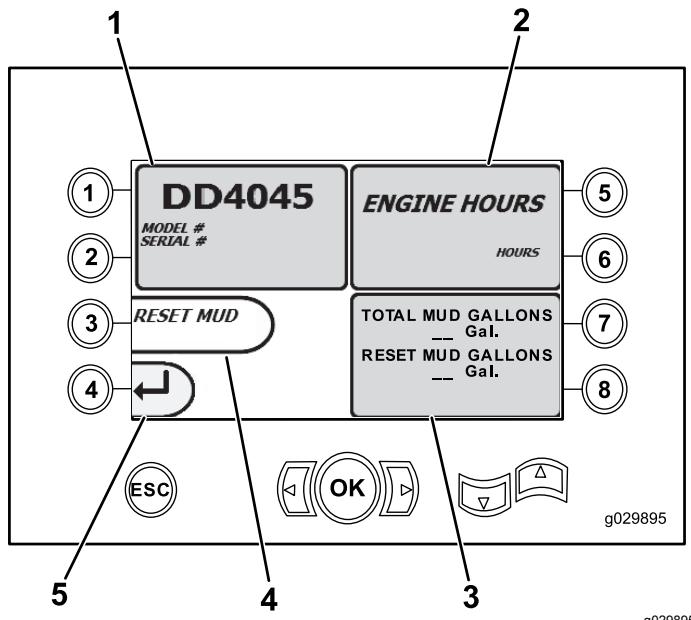

**Bild 9**
- Modus I: Die Bohrfunktionen liegen auf dem rechten Joystick und der linke Joystick aktiviert die Funktionen des Rohrladers und der Schlüssel (**Bild 9**). Drücken Sie Taste 4, um diesen Modus auszuwählen (**Bild 9**).
- Modus II: Die Funktionen zum Bohren, der Schlüssel und des Rohrladers werden zwischen den linken und rechten Joysticks aufgeteilt (**Bild 9**).
Drücken Sie Taste 8, um diesen Modus auszuwählen (Bild 9).